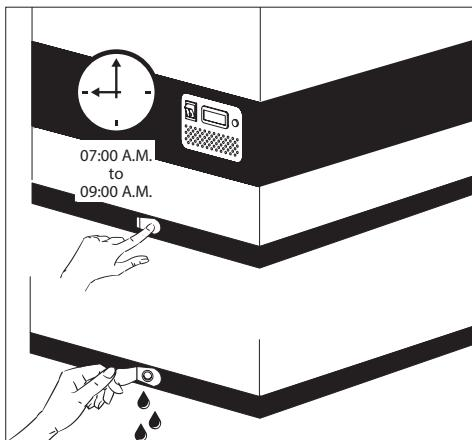

fig. 7
1. Coupez l'alimentation par le bouton MARCHE/ARRÊT (ON/OFF). Important! Coupez UNIQUEMENT l'alimentation du compartiment de congélation. (Voir fig. 7)